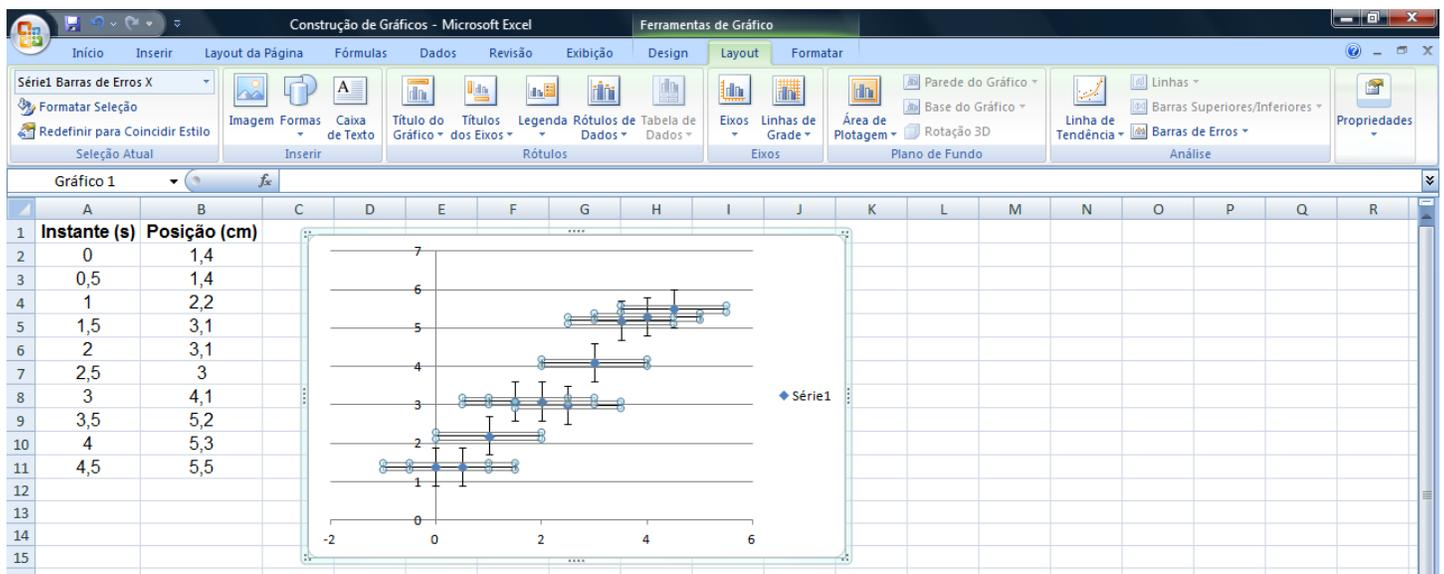
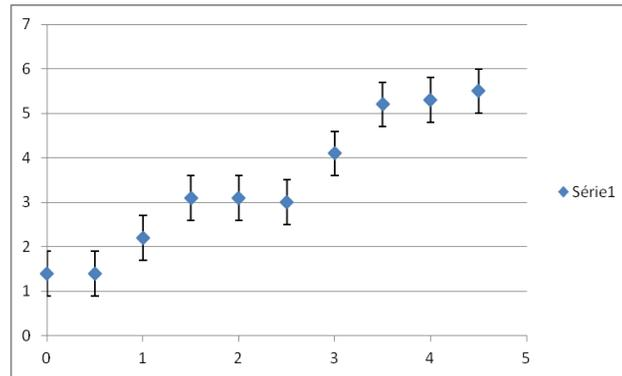
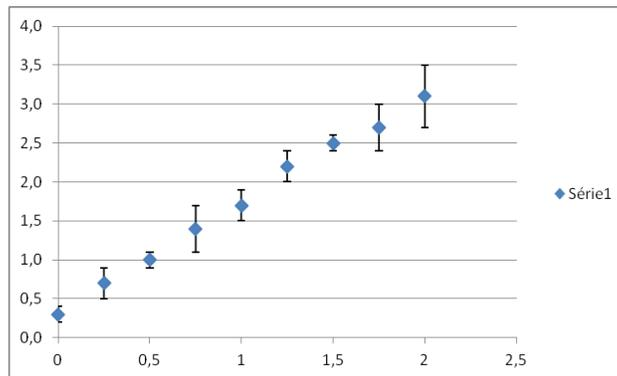

Figura 7. Barras de erro horizontais do gráfico selecionadas.
Figura 8. Gráfico das posições do móvel em função dos instantes com indicação de incerteza da posição.
Figura 12. Gráfico do comportamento temporal da grandeza x, com as barras de erros verticais dispostas corretamente.
No caso de nosso exemplo, podemos utilizar tanto a opção *Valor Fixo* quanto a opção *Personalizar* para confeccionar nosso gráfico, já que a incerteza da posição é fixa e tem valor **0,5 cm**, ou seja, metade da escala do instrumento de medida (régua centimetrada). Após esta sequência de passos, o gráfico aparecerá com barras de erros horizontais e verticais. Clicando em uma das barras de erro horizontais (Figura 7) e deletando-a (com as teclas *Delete* ou *Backspace* de seu teclado), o conjunto será deletado (nos experimentos a incerteza do tempo é normalmente desprezada) e o gráfico terá o aspecto da Figura 8, apenas com as barras de erro verticais:
- 6) Feche a janela *Formatar Barras de Erros*. Você terá configurado as barras de erros horizontais e verticais com os valores da coluna *Incerteza de X*. Para remover as barras de erros horizontais, repita o procedimento mostrado na Figura 7. O gráfico terá o aspecto da Figura 12, apenas com barras de erros verticais.
Para se proceder com uma análise concisa e clara dos dados dispostos nos gráficos das Figuras 8 e 12, sugerimos ainda que os mesmos tenham seu visual aperfeiçoado. Como mostra com mais clareza o gráfico da Figura 8, as barras de erro não conseguem ser distinguidas muito claramente dos pontos experimentais, uma vez que os mesmos estão muito grandes quando comparados às suas barras de incerteza. Também observamos que há uma legenda gerada automaticamente (“Série1”), que para nós não terá utilidade. Além disso, não há título nos eixos. Aprenderemos agora a corrigir estes pequenos detalhes para melhorar a disposição e o corpo do gráfico.